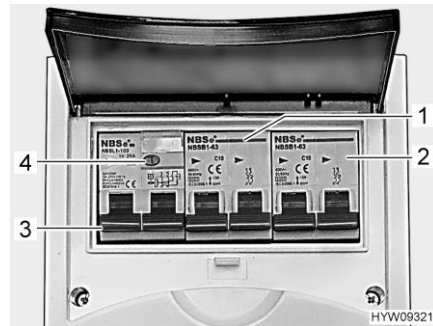

Fig. 160 Interruttore di sicurezza e interruttore automatico FI (scatola dei fusibili a 230 V)
Un interruttore di sicurezza per correnti di guasto (interruttore automatico FI) (Fig. 160,3) nella scatola dei fusibili protegge l'intero veicolo da correnti di guasto (30 mA).
L'interruttore di sicurezza collegato in serie (10 A) (Fig. 160,1) protegge le prese da 230 V, la centralina elettrica, il caricabatteria supplementare e il frigorifero.
Per veicoli con accessori opzionali, p. es. l'impianto di climatizzazione a tetto, un ulteriore interruttore di sicurezza (16 A) (Fig. 160,2) protegge l'apparecchio.
- Se il veicolo è collegato all'alimentazione a 230 V, premere il tasto di controllo (Fig. 160,4). L'interruttore di sicurezza per correnti di guasto (FI) deve scattare.